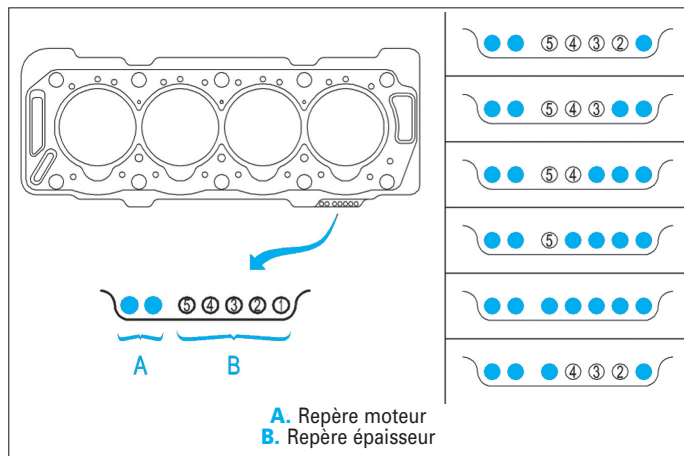

FIG. 3
6 épaisseurs sont disponibles en fonction de la valeur de dépassement des pistons par rapport au plan de joint du bloc-cylindres. Ces épaisseurs sont identifiables par des trous sur le bord du joint de culasse en (B) (Fig.3).